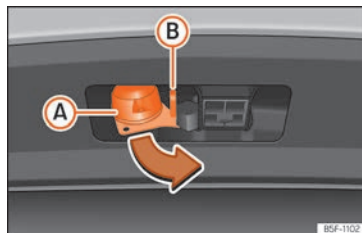

Fig. 263 Tourner le connecteur à 13 broches
- Saisissez le connecteur à 13 broches par la zone **(A)** et retirez-le dans le sens de la flèche **»» fig. 263**.
- Saisissez le connecteur à 13 broches par la zone **(A)** et introduisez-le dans le sens inverse de celui de la flèche **»» fig. 263**.
L'œillet de sécurité **(B)** » fig. 263 sert à attacher le câble de retenue de la remorque.